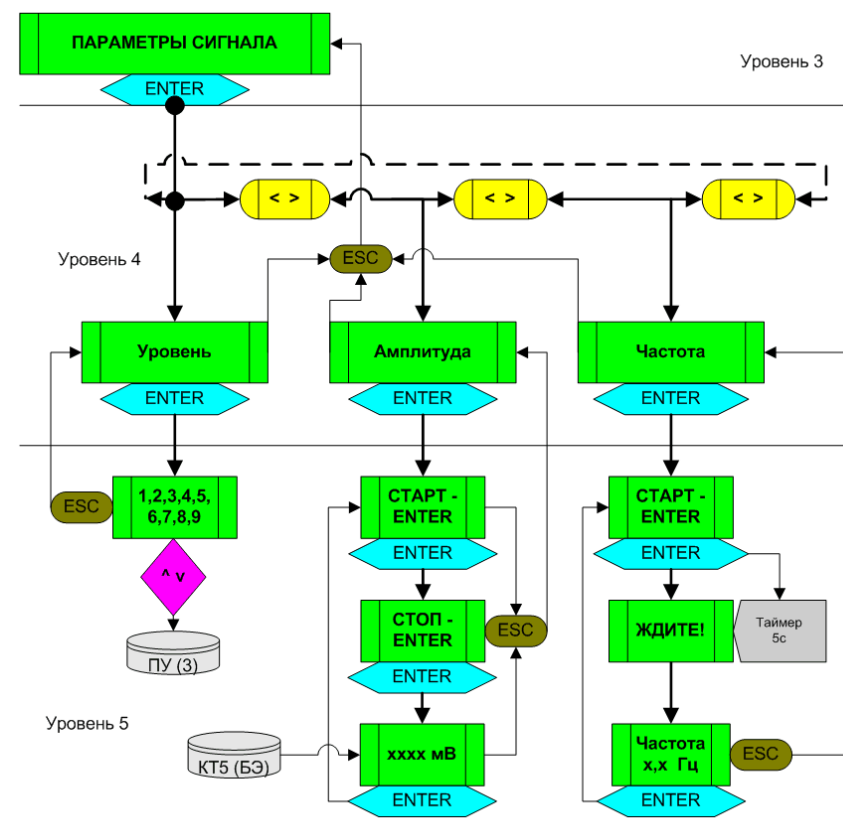

Рис. 3.2. Структурная схема раздела «ПАРАМЕТРЫ СИГНАЛА» системного меню ПУ
2.2.2.4. Раздел «**ПАРАМЕТРЫ СИГНАЛА**» при нажатии клавиши «ENTER» переходит в 3 подраздела (4-й уровень системного меню): «**Уровень**», «**Амплитуда**», «**Частота**». Переход между подразделами осуществляется с помощью клавиш «→» или «←». Переход на более высокий уровень осуществляется с помощью клавиши «ESC». На рис. 3.2. представлена структурная схема раздела «**ПАРАМЕТРЫ СИГНАЛА**».
Для измерения резонансной частоты в системном меню (основного уровня) предусмотрен раздел **«ПАРАМЕТРЫ СИГНАЛА»**, в который входят 3 подраздела (рис. 3.2.). Процесс измерения начинается с подраздела **«Амплитуда»**, в котором измеряется амплитуда шума в КТ5 при текущем (штатном) состоянии СЗ (в отсутствии воздействий). Затем в подразделе **«Уровень»** выставляется порог дискриминации значимого сигнала (помехи), превышающий амплитуду шума. И, наконец, в подразделе **«Частота»** определяется искомая резонансная частота СЗ.
2.2.4.3. В разделе системного меню **«ПАРАМЕТРЫ СИГНАЛА»** (рис. 3.2.) нажать клавишу «ENTER» и войти в подраздел **«Уровень»**, перейти (с помощью клавиши «→») в подраздел **«Амплитуда»**.